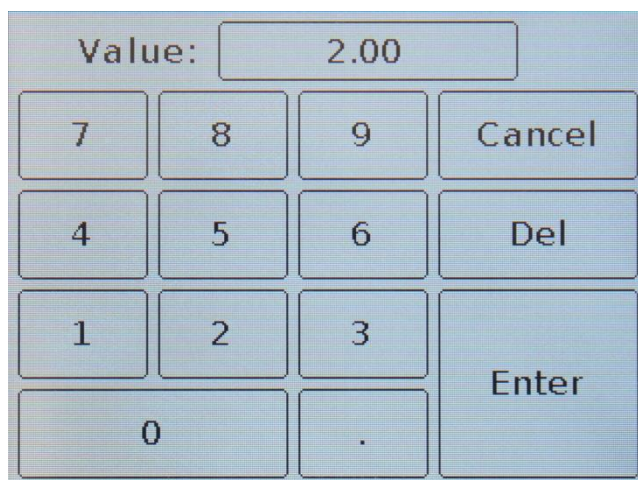

Рисунок 9.16 – Ввод числового значения отображаемой пороговой линии КСВ
9.7.4. Чтобы изменить значение отображения уровня пороговой линии КСВ, нажмите на значение Value и в появившемся подменю (Рисунок 9.16) введите числовое значение в диапазоне от 1,01 до 9,00.